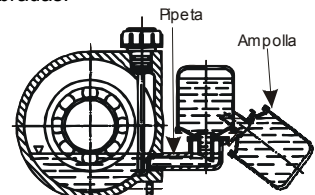

Fig.3: Engrasador
- se el soporte es equipado de engrasador, volcar la ampolla y verter la grasa en la pipeta hasta que alcanza el nivel según lo indicado en la fig.3 llene el bulbo de cristal y póngalo en posición vertical. Compruebe que el nivel de la ampolla esté constante. Los tipos de grasa indicados en tab.1 son válidos para las temperaturas entre -10° y 120°C.